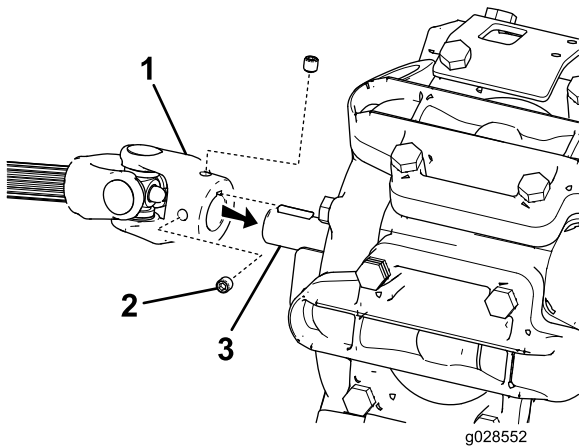

Bild 4
- 3. Entfernen Sie die zwei Stellschrauben am Zapfwellenende (Bild 4).
- 2. Stellschraube (2)
- 5. Fluchten Sie den Schlitz in der Kupplung der Zapfwelle mit dem Federkeil aus und schieben das Ende der Zapfwelle auf die Welle der Sprühfahrzeugpumpe (Bild 4).